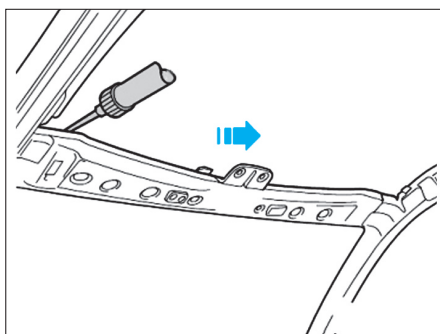

FIG. 87
• Appliquer un cordon de colle mono-composant entre la traverse centrale et pavillon comme illustré (Fig.87).